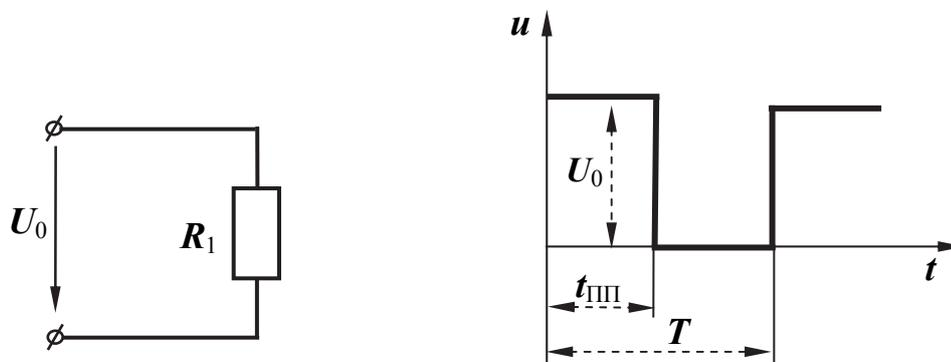

Рис. 19.1
1. Собрать электрическую цепь (рис. 19.1). С блока генератора напряжений специальной формы подать на резистор номиналом 330...470 Ом напряжение в виде однополярных прямоугольных импульсов с частотой 0,5...0,7 кГц. На выход источника подключить виртуальные приборы  $U_0$  и  $A_1$  и вывести на монитор экрана осциллографа.